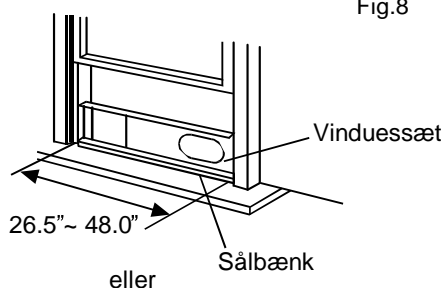

Fig.9
2. Påsæt vindueglider-sættet på sålbænken. Justér vindueglider-sættet ifølge bredde af vinduet, forkort det justerbare vindue sæt hvis bredden på vinduet er mindre end 67,3 cm. Åbn vinduesrammen og placér vindueglide-sættet på sålbænken. Se Fig.9.